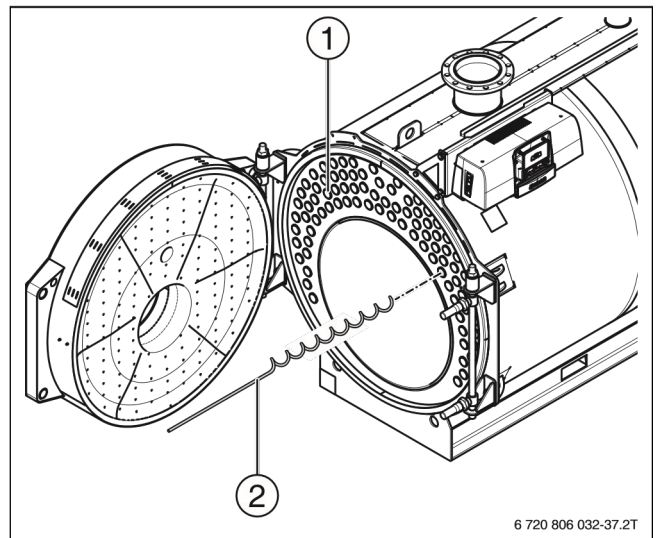

Рисунок 18 Удаление турбулизаторов
Датчики предохранительного ограничителя температуры (STB) и регулятора температуры (TR) **должны** устанавливаться в точках замера на верхней стороне котла (→Рисунок 18 и Рисунок 19).
УВЕДОМЛЕНИЕ: возможно повреждение оборудования из-за неправильного положения датчиков! Датчики предохранительного ограничителя температуры (STB) и регулятора температуры (TR) должны устанавливаться в точках замера на верхней стороне котла (Рисунок 18 и Рисунок 19).